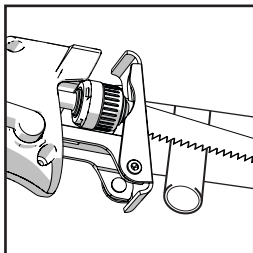

Fig. 11
- Såga långsamt igenom arbetsstycket och låt det flexibla bladet böja sig om det behövs. (**Fig. 11**).